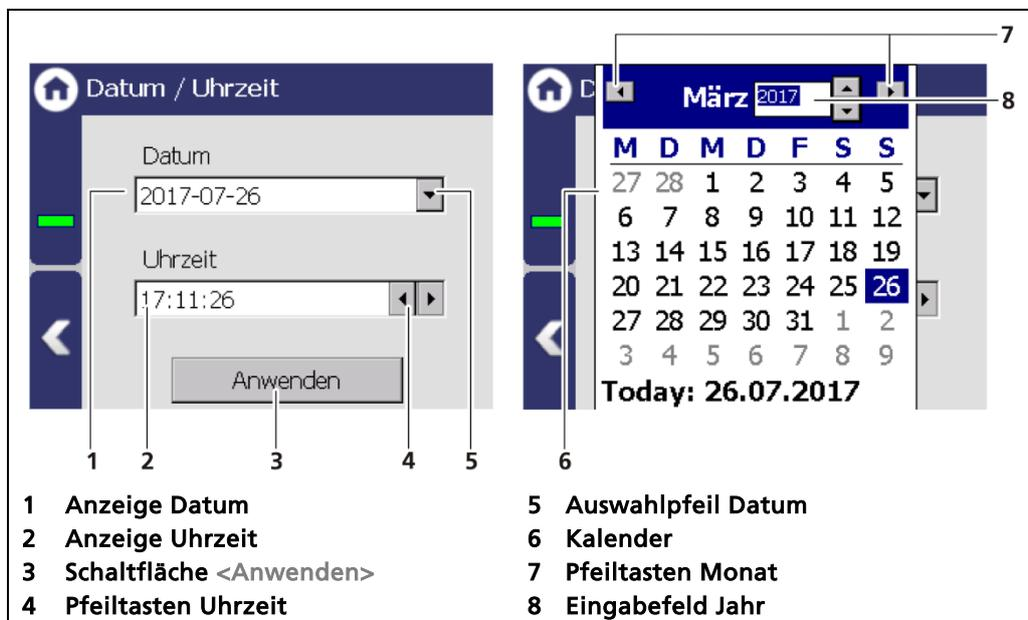

Abb. 42 Datum / Uhrzeit, Kalender
1. Klicken Sie auf den Auswahlpfeil (Abb. 42, Pos. 5), um das Datum einzustellen.
- ▶ Der Kalender wird aufgeklappt (Abb. 42, Pos.6).
2. Klicken Sie auf die Jahreszahl (Abb. 42, Pos. 8) um das Jahr einzugeben.
3. Stellen Sie den Monat (Abb. 42, Pos. 7) durch Klicken auf die Pfeiltasten ein.
5. Ändern Sie die Uhrzeit durch Klicken auf die Pfeiltasten (Abb. 42, Pos. 4).
6. Klicken Sie auf <Anwenden> (Abb. 42, Pos. 3), um die Einstellungen von Datum und Uhrzeit zu übernehmen.